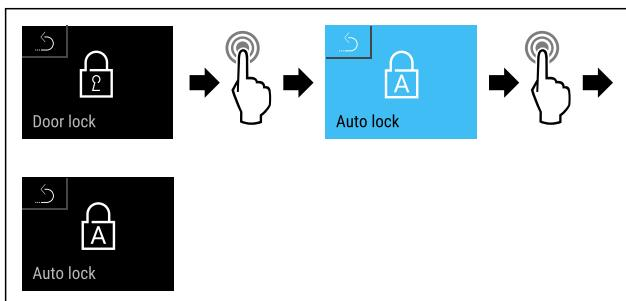

Fig. 81
- Seguir los pasos de procedimiento (consulte Fig. 81) .